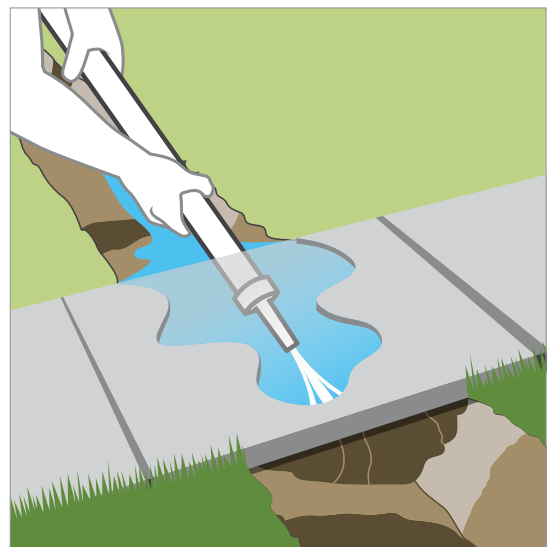

Figura 3
5. Instalación de la tubería debajo de un camino o una vía de acceso: Método de perforación por chorro de agua — Usando un adaptador a rosca de tubería a manguera, conecte un extremo de la tubería a una manguera de jardín y coloque una boquilla de manguera de chorro pequeño en el otro extremo. Encienda el agua e introduzca el chorro bajo el pavimento *Figura 3.*